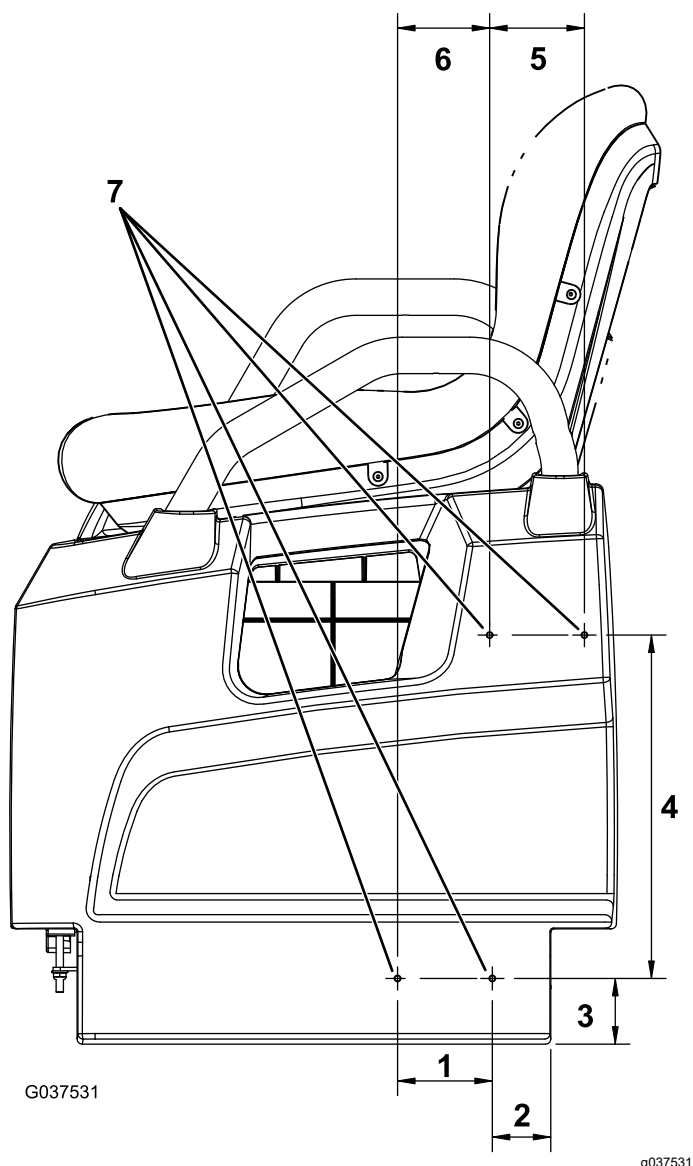

图 10
- 1. 在机器的左侧从座椅底座侧面的左侧底部向上测量出 51mm 并标记此位置图 10。
- 2. 在该位置的正上方测量出 57mm 并标记该位置图 10。
- 3. 从步骤 2 中标记位置的左侧向右测量出 83mm 并标记此位置图 10。
- 4. 从步骤 3 中标记位置的左侧向右测量出 80mm 然后从此位置直接向上测量出 299mm 并标记此位置图 10。
5. 从步骤 4 中标记位置的右侧向左测量出 83mm 并标记此位置 图 10。
6. 分别在 4 个标记的位置钻一个 5mm 的孔 图 10。